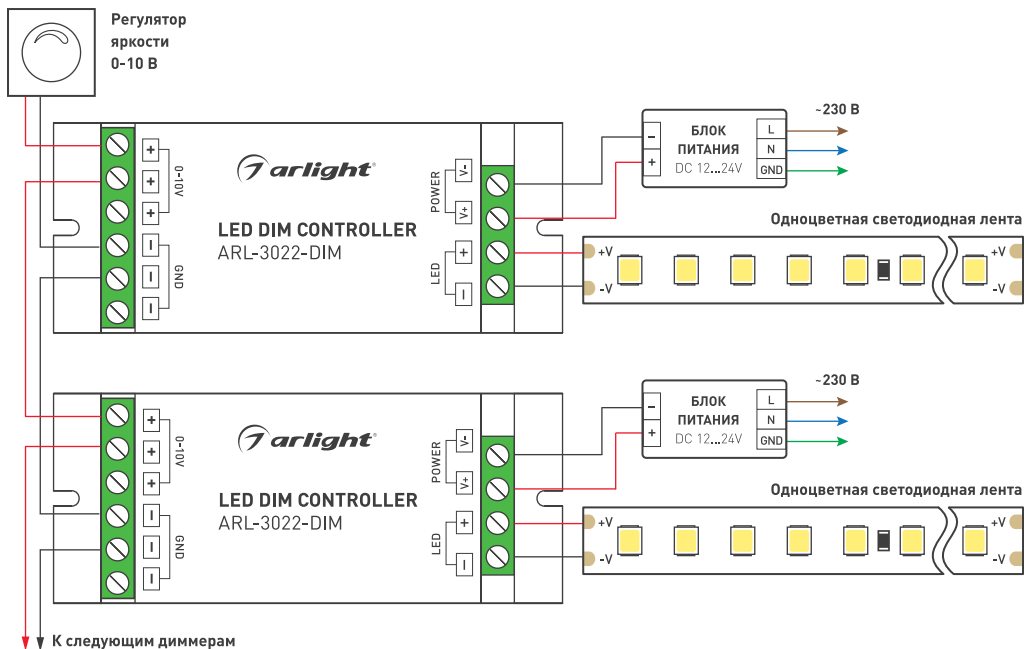

Рис.1. Общая схема подключения диммера с использованием параллельного подключения диммеров для их совместной работы
- 3.3. Согласно используемой схеме (Рисунок 1), подключите светодиодную ленту или другой совместимый светодиодный источник света к выходу LED-диммера. Соблюдайте полярность и порядок подключения проводов к клеммам.